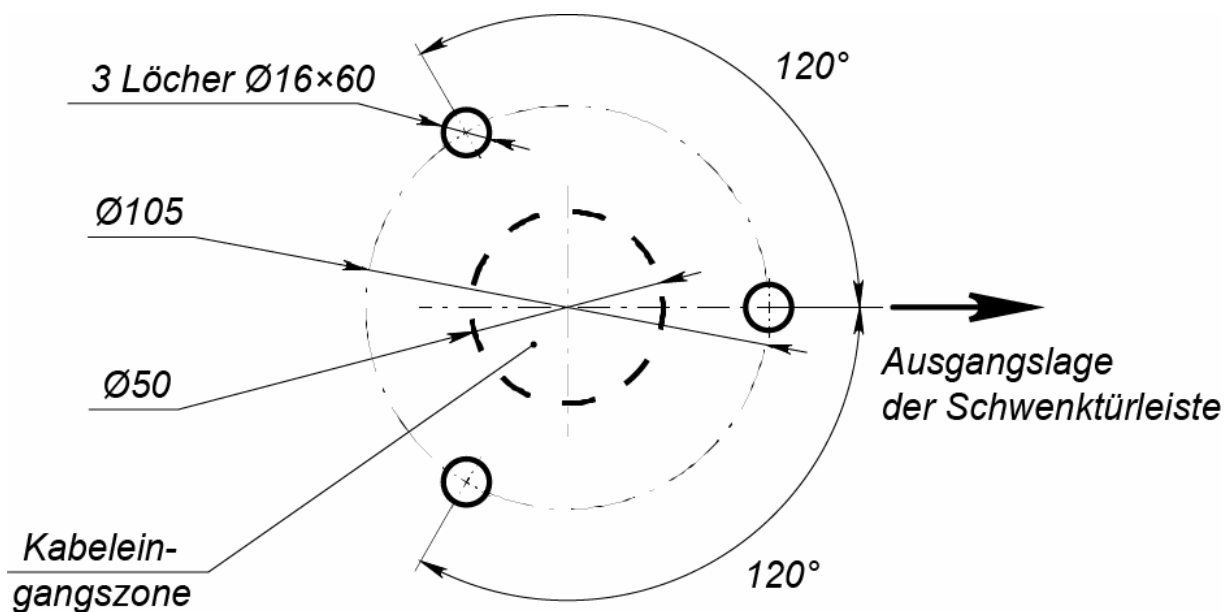

Abbildung 10: Das Markierungsschema für den Schwenktürmontage
2. Entsprechend dem Schema, das auf der Abbildung 10 gebracht ist, erzeugen Sie die Markierung und das Aufarbeiten der Mäuler im Fußboden für die Ankerluppen (9) aus dem Lieferumfang für die Befestigung des Schwenktürgestells. Für das Aufarbeiten der Mäuler verwenden Sie Hartmetallochbohrer $\varnothing 16$. Die Tiefe des Bohrens 60 mm.
4. Bei Notwendigkeit der Verlegung der Speisung- (13) und Steuerungskabel (14) unter der Oberfläche des Fußbodens bereiten Sie im Fußboden den Kabelkanal vor, der zur Zone für die Einführung der Kabel in den Schwenktürgestell herankommt. Die Anordnung der Kabelanschlußzone ist auf dem Schema angegeben, das auf der Abbildung 10 gebracht ist.